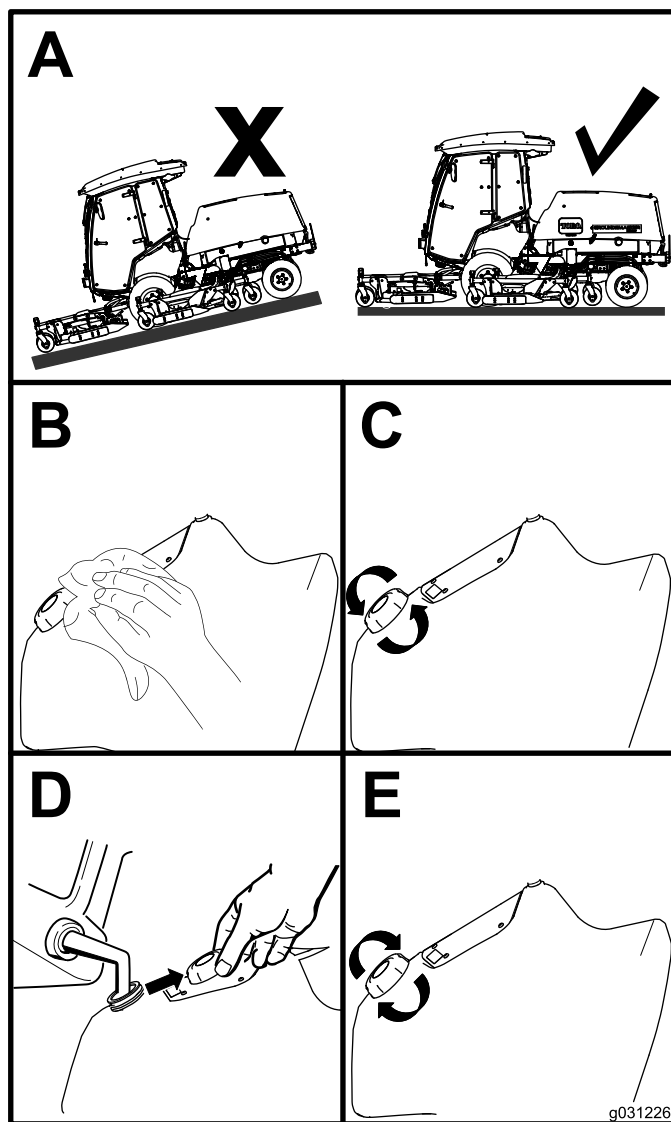

Bild 14
1. Stellen Sie die Maschine auf eine ebene Fläche (Bild 14).